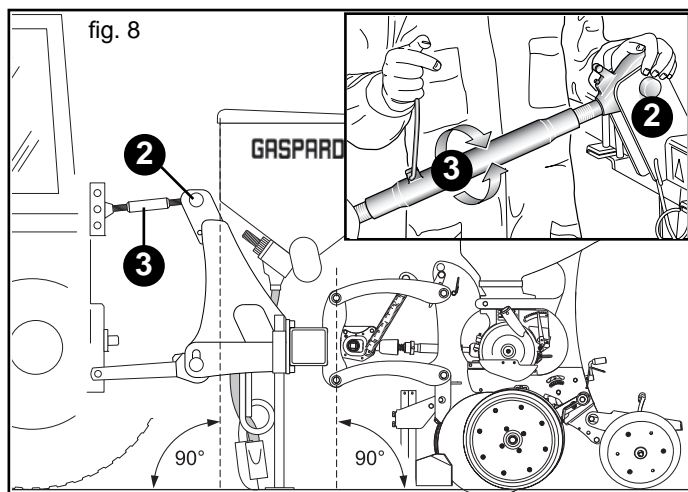

fig. 8
- 2) Collegare il terzo punto superiore (2, Fig. 8); la spina va bloccata con l'apposita copiglia; mediante il tirante di regolazione (3, Fig. 8) fare in modo che la seminatrice si sia perpendicolare al terreno (Fig. 8).